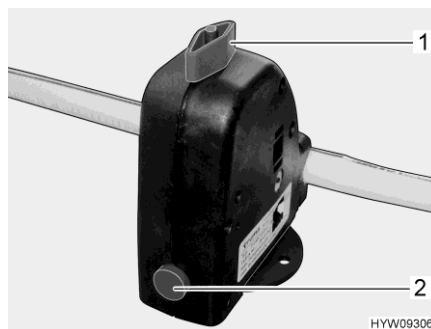

Bild 80 Säkerhets-/avtappningsventil (varmvattenberedare)
Varmvattenberedaren är utrustad med en säkerhets-/avtappningsventil (Bild 80). Säkerhets-/avtappningsventilen gör så att vattnet i varmvattenberedaren inte kallnar när det är frost och värmen inte är påslagen.
- Stäng säkerhets-/avtappningsventilen. Ställ vredet (Bild 80,1) diagonalt mot säkerhets-/avtappningsventilen och tryck in tryckknappen (Bild 80,2).
- Öppna säkerhets-/avtappningsventil. Vrid då vredet (Bild 80,1) mot säkerhets-/avtappningsventilen. Tryckknappen (Bild 80,2) skjuts ut. Nu töms varmvattenberedaren via säkerhets-/avtappningsventilen utomhus.